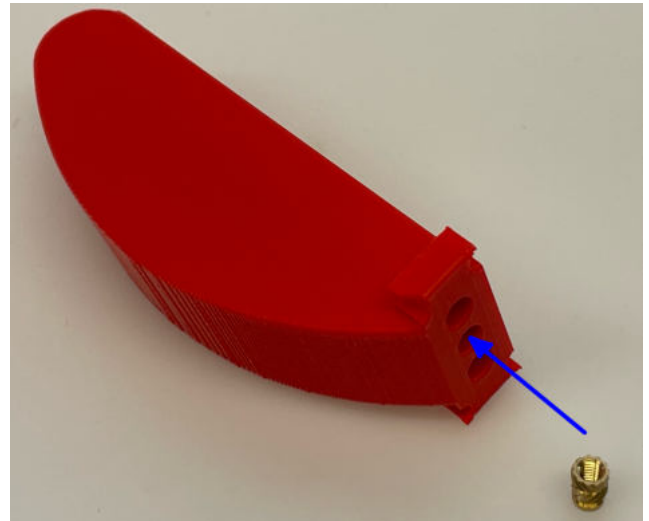

Abb. 12: Die Nase wird mit einem Gewindeeinsatz versehen.
- (5) Stecke einen Gewindeeinsatz in das mittlere Loch der 3D-gedruckten Nase (Abbildung 12).